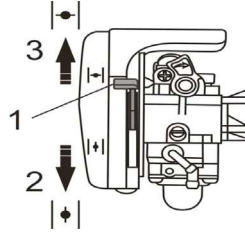

Fig. 13
- Cerrar por complete la palanca de aire. Fig.13